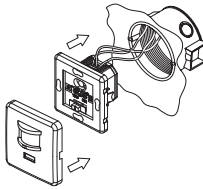
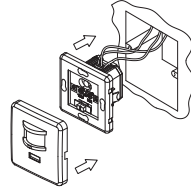

Рис. 4
Рис. 5
- Якщо ви хочете помістити датчик в круглий отвір, тоді вставте датчик в отвір та затягніть розширювальні болти (Рис. 4). Якщо датчик необхідно помістити в квадратний отвір, тоді вставте його в отвір та закріпіть болтами через монтажні отвори (Рис. 5);